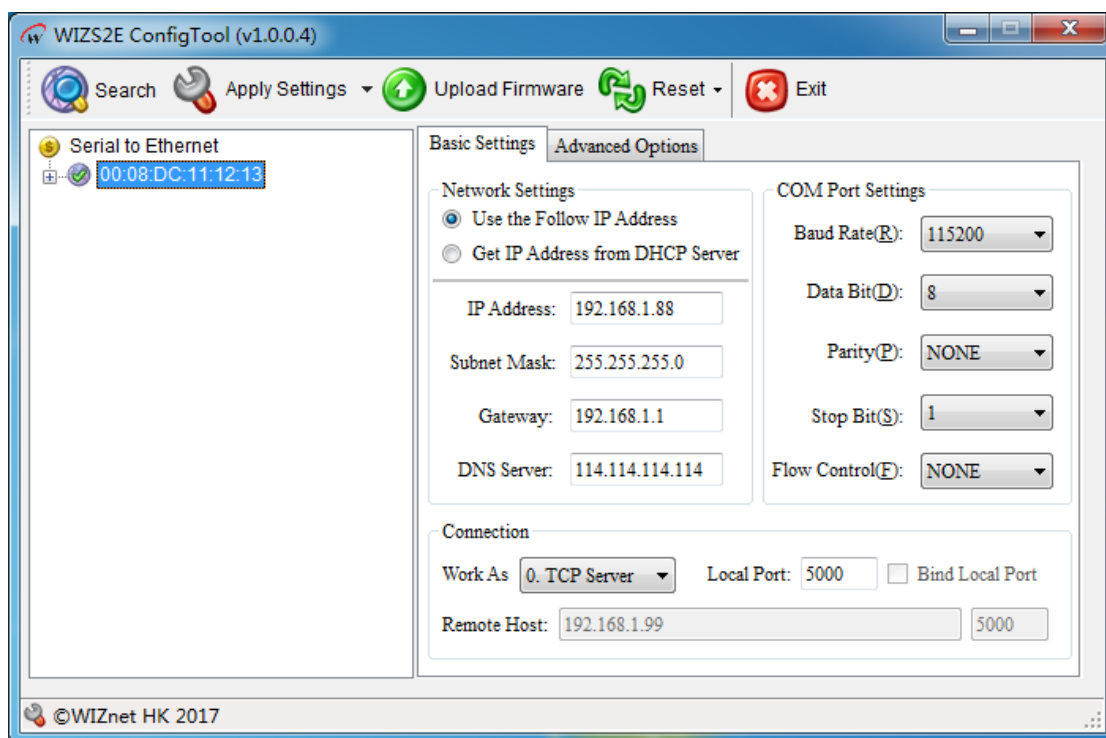

图 4-2 WIZS2E ConfigTool 搜索设备
- 3、点击  按钮，出现如图 4.2 所示界面，可以获取模块的 IP 地址等信息。